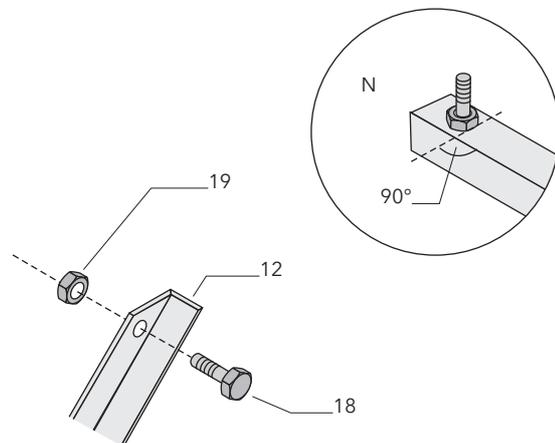

Bild 13 Kollektorprofile vorbereiten
● **Ebene B: Haltedreiecke montieren (Bild 13 bis 16)**
An den beiden Kollektorwinkelprofilen (12) nach Bild 13 jeweils an den Enden Schrauben (18) zur späteren Befestigung des Kollektors montieren. Die Muttern wie in Bild 13 gezeigt ausrichten.